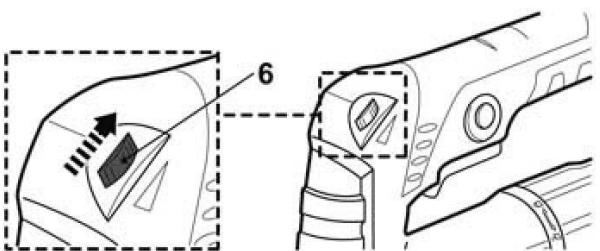

Рис. 9
- > Поверните регулятор выбора скорости (6) вправо (если смотреть снизу), чтобы уменьшить максимальную скорость (Рис. 9). Меньшее значение подходит для шлифования крупнозернистой наждачной бумагой для снятия штукатурки и водной проправы с рабочей поверхности.